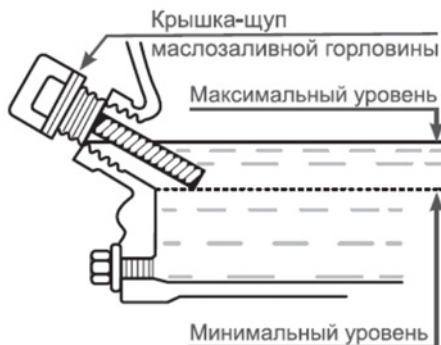

Рис. 11 Проверка уровня масла в картере
Максимальный уровень масла в картере соответствует нижней кромке заливного отверстия (Рис. 11).
2. Выкрутите крышку-щуп маслозаливной горловины и извлеките щуп (Рис. 11).
4. Аккуратно извлеките щуп и осмотрите его. Уровень масла должен соответствовать верхней отметке на щупе. При недостаточном уровне масла в картере необходимо долить чистое масло до верхней отметки на щупе, что соответствует нижней кромке заливного отверстия (Рис. 11).